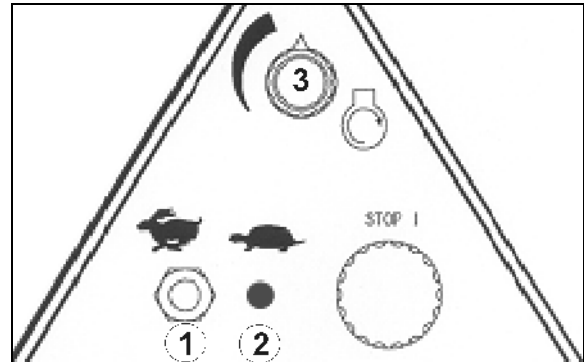

Fig. 31
- Tryk på vælgerkontakten (Fig. 31/1)
- Kontrol-LED lyser (Fig. 31/2) ved markarbejde (skildpadde) (langsom → 0 til 17 km/t).
- Indstilling af motorens omdrejningstal via drejeknap (Fig. 31/3):
- Kontrol-LED lyser ikke (Fig. 31/2).